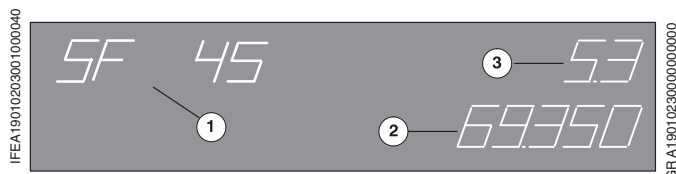

Рис. 22 SF 45: Общее количество оттисков / Тотализатор
На нижней строке дисплея (Рис. 22/❷) рядом с кодом специальной функции (Рис. 22/❶) индицируются последние 5 цифр общего числа оттисков на машине; в верхней строке указываются разряды 1-3 (Рис. 22/❸). Индикатор на Рис. 22: 5.369.350 оттисков.